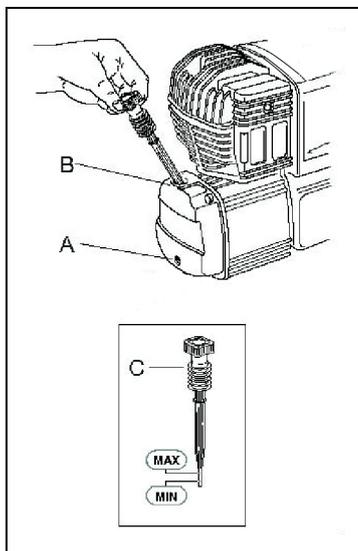

Abb. 8: Ölpegel kontrollieren und nachfüllen
Schritt 1: Ziehen Sie den Ölmesstab (C, Abb.8) heraus.
Schritt 3: Liegt der Ölpegel darunter, füllen Sie über den Einfüllstutzen (B, Abb. 8) Öl nach und stecken den Ölmesstab wieder in seine Öffnung zurück.
Schritt 1: Ziehen den Ölmesstab (C, Abb. 8) heraus.
Schritt 2: Halten Sie unter den Verschluss (A, Abb. 8) ein Ölauffangbehälter.
Schritt 3: Schrauben Sie den Verschluss (A, Abb. 8) auf und lassen das komplette Öl in den Ölauffangbehälter laufen.
Schritt 4: Danach schrauben Sie den Verschluss (A, Abb. 8) wieder ein.